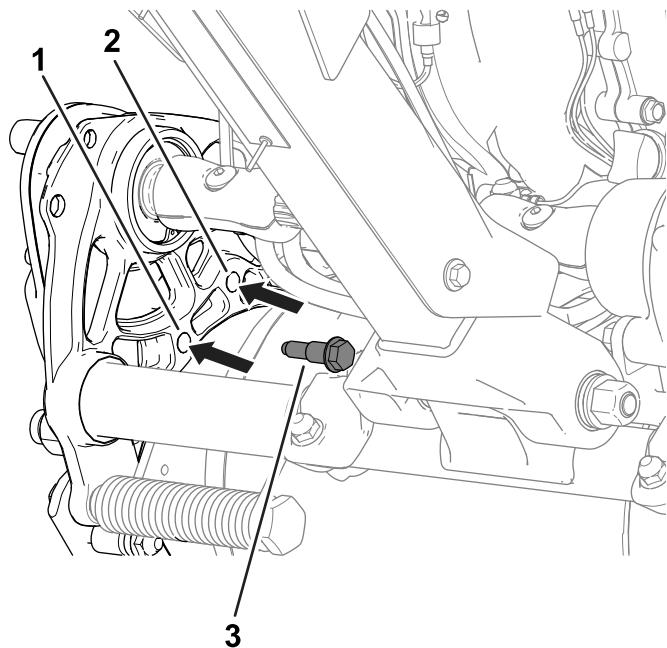

Figure 21
4. Fixez le boîtier du mécanisme d'entraînement au châssis avec les boulons à épaulement retirés précédemment (Figure 21).
2. De chaque côté de la machine, retirez les boulons à épaulement (Figure 21) qui fixent le boîtier du mécanisme d'entraînement du tambour au châssis.